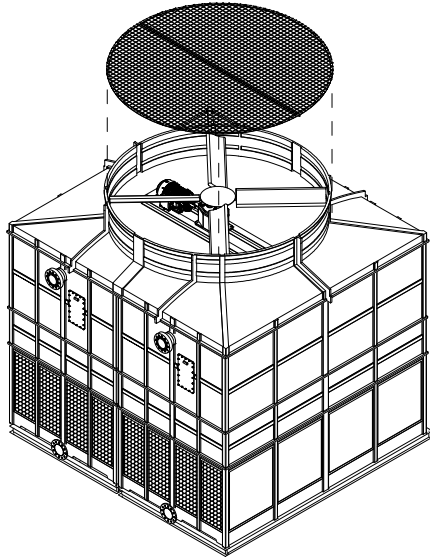

Figura A-122: Instalación de la malla de protección en la campana de una torre RTGMTC.
- X. Ensamble la malla de protección de 2 piezas atornillando cada sección como se indica. Ver Figura A-122.